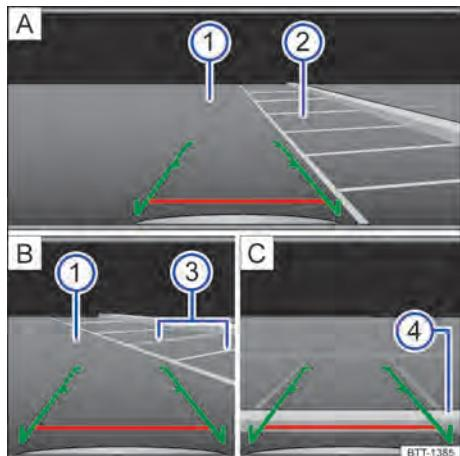

Fig. 142 Exibição do display do sistema Infotainment: entrar na vaga de estacionamento com a câmera de marcha a ré (representação esquemática).
Legenda para Fig. 142:
2.	Posicionar o veículo na frente da vaga de estacionamento → Fig. 142 ②.
4.	Conduzir para trás devagar e manobrar de modo que as linhas verdes laterais conduzam entre as linhas de delimitação da vaga de estacionamento selecionada ②.
6.	Alinhar o veículo na vaga de estacionamento escolhida, de modo que as linhas verdes laterais coincidam com as linhas de limitação lateral ③.